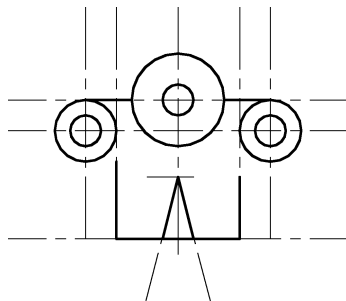

图 5-47 绘制已知直线和圆示例
② 绘制已知直线和已知圆。使用“直线”和“圆”命令，根据尺寸绘制已知直线和已知圆，如图 5-47 所示。